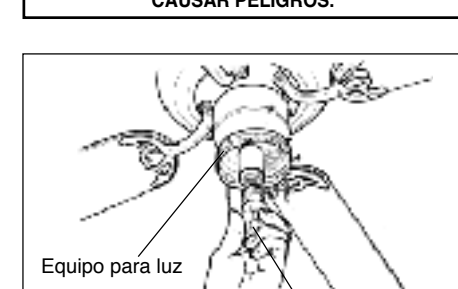

Figura 15
1. Instale las bombillas (máx. bombilla de 60 vatios, de base media) en las portabombillas (Figura 15).